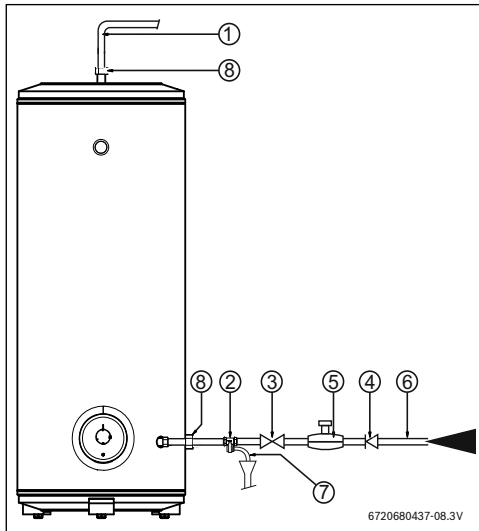

Fig. 7 Ligação de água
- ▶ Instalar a válvula de segurança na entrada de água do termoacumulador (ver Fig. 7).
Se a pressão de entrada de água for superior a 6,4 bar, instalar uma válvula redutora (ver Fig. 7).
De forma a evitar problemas provocados por alterações de pressão súbitas na alimentação, aconselha-se a montagem de uma válvula anti-retorno a montante do termoacumulador, ver Fig. 7, [pos. 4].
- ▶ Fechar a válvula de corte de água (→ Fig. 7).